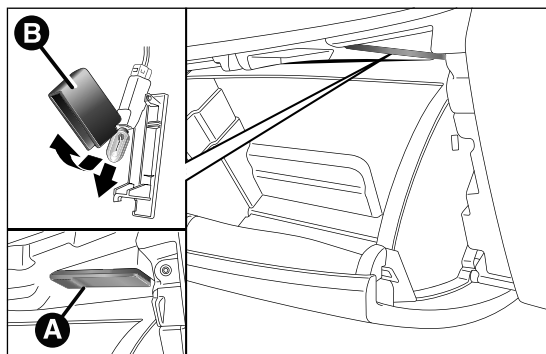

fig. 190
- ☐ abrir la guantera y extraer el plafón A fig. 190;